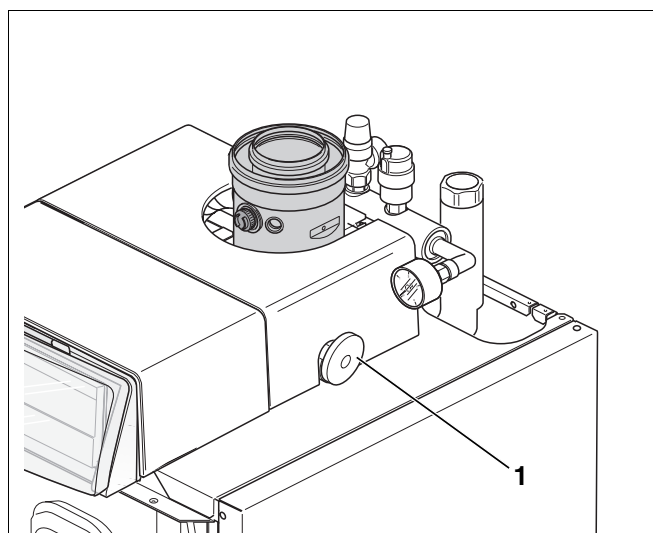

Fig. 5 Rubinetto d'intercettazione del gasolio
- Aprire il rubinetto d'intercettazione del gasolio (fig. 5, pos. 1), che si trova nella parte superiore della caldaia.